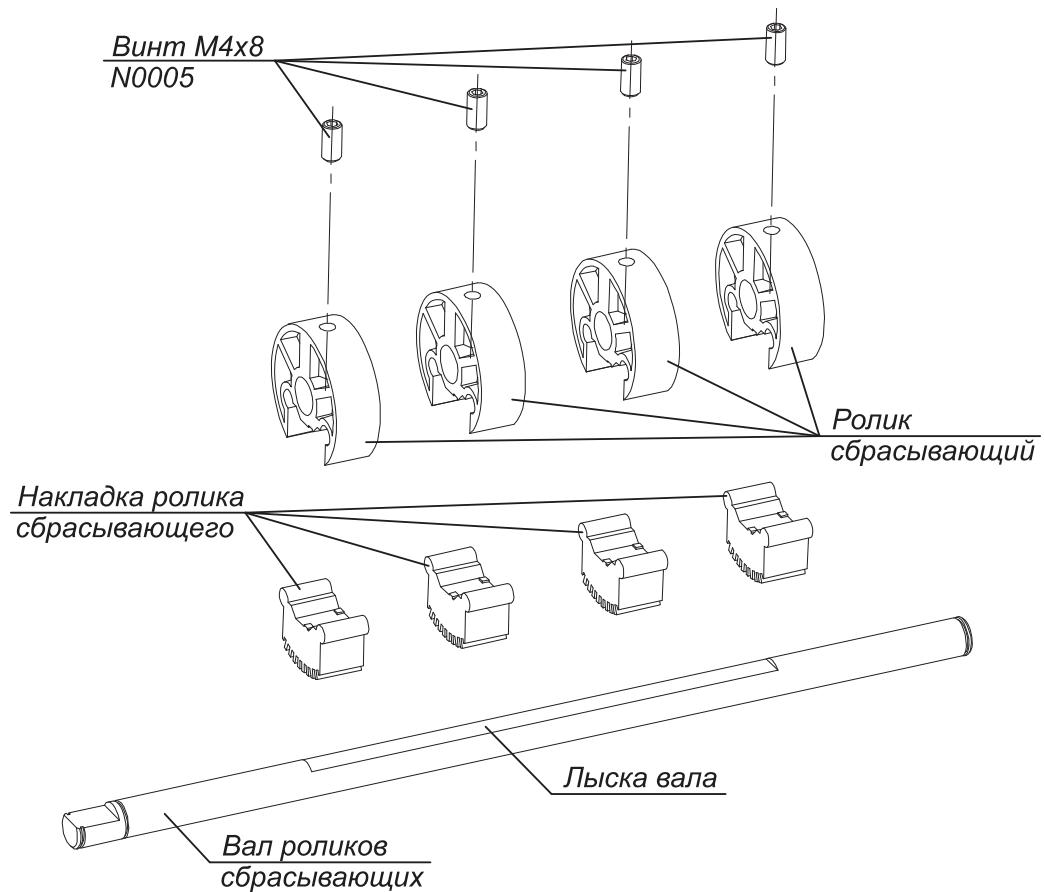

Рис. 46
1. Вывинтите четыре винта M4x8 N0005 (рис. 46).
2. Снимите четыре ролика сбрасывающих с вала (рис. 46).
3. Снимите четыре накладки роликов сбрасывающих со своих роликов (рис. 46).
2. Завинтите четыре винта M4x8 N0005 на три витка резьбы в резьбовые отверстия роликов (рис. 46).